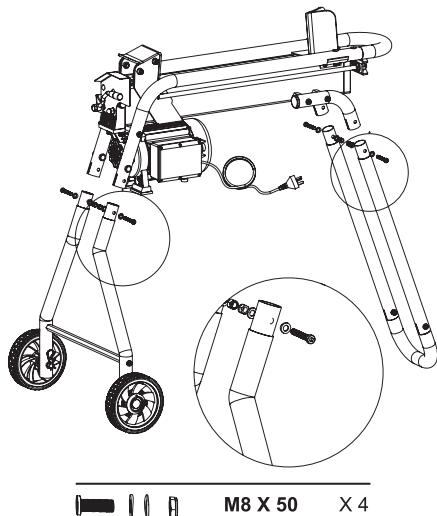

Рис. 6 Установка опор на раму дровокола
- Установите переднюю и заднюю опоры на раму дровокола (Рис. 6).